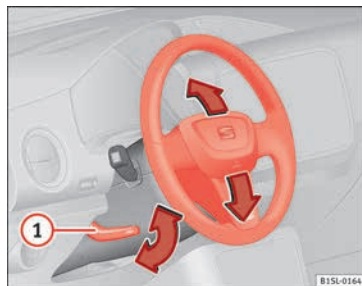

Fig. 17 Réglage mécanique du volant.
- Abaissez le levier » » » fig. 17 ①.